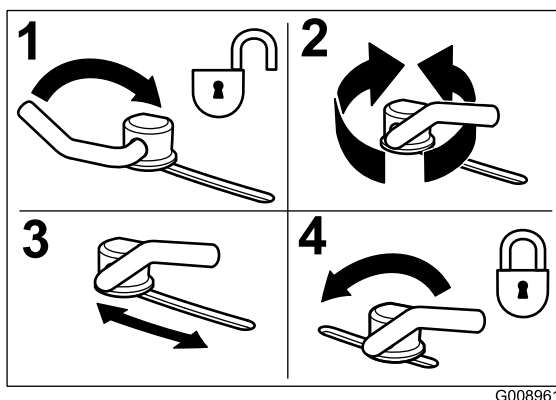

Figura 14
1. Para ajustar los bloqueos de leva, levante la palanca para aflojar el bloqueo de leva (Figura 14).
3. Devuelva la palanca a su posición original para apretar el deflector y los bloqueos de leva (Figura 14).